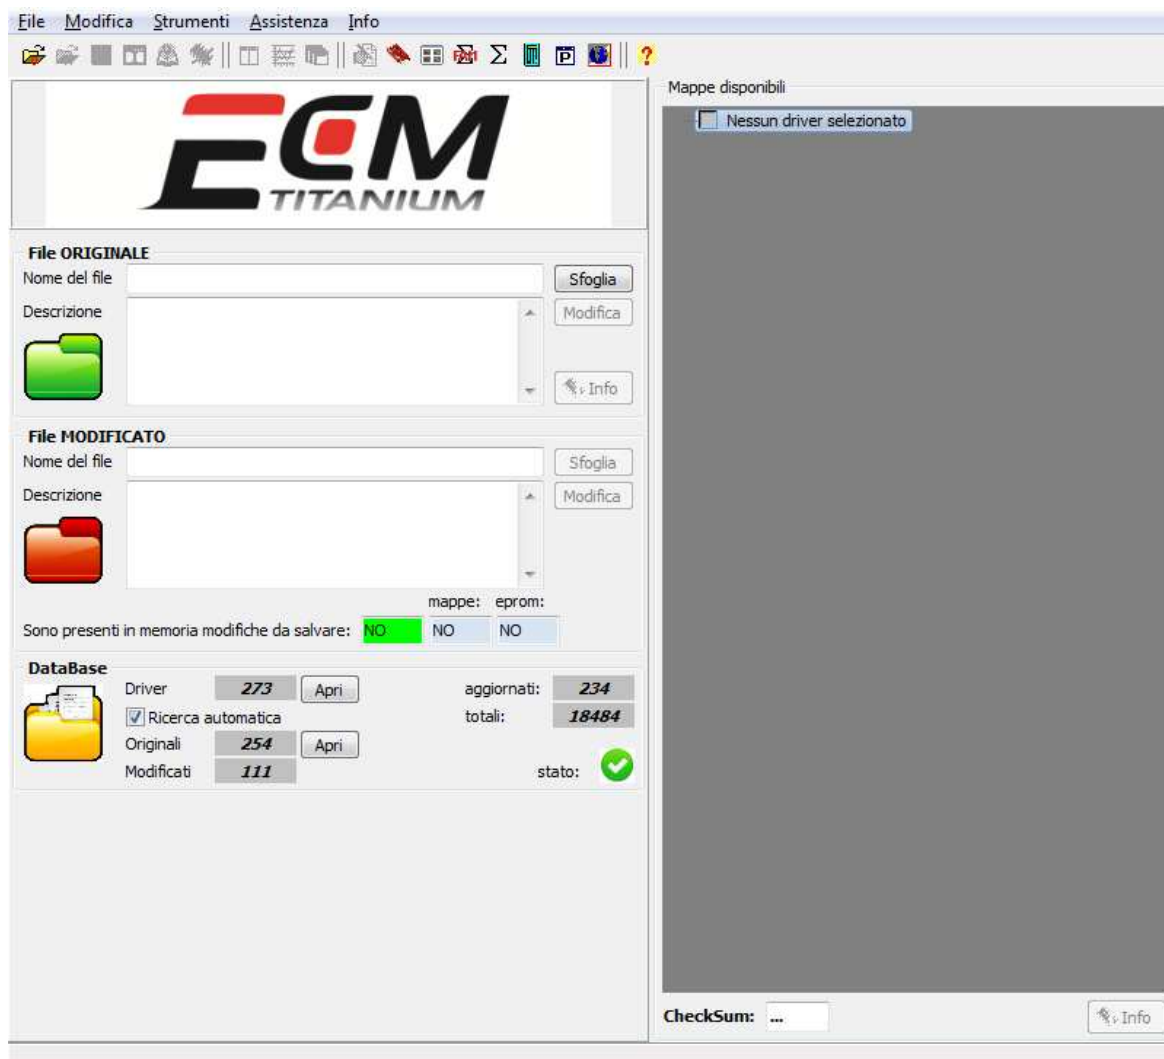

Figura 4: Finestra principale *ECM Titanium*.
*ECM Titanium* può convertire i file originali che possiedono un formato codificato, ma la conversione deve essere eseguita prima di caricare il file originale dalla finestra principale del programma (Figura 4).